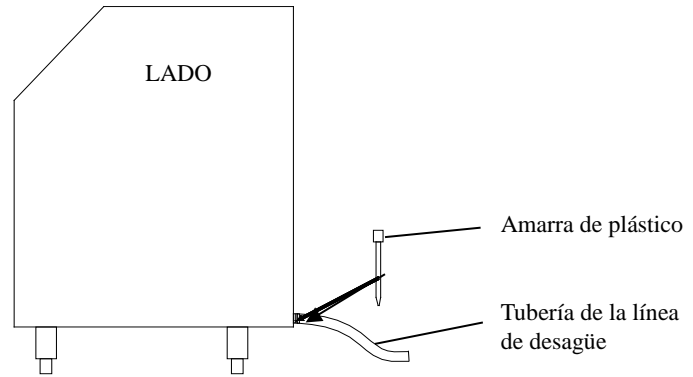

Fig.4
6. Usar la abrazadera de manguera o las amarras plásticas incluidas para asegurar la tubería de la línea de desagüe y proveer un sellado hermético (Fig.4).